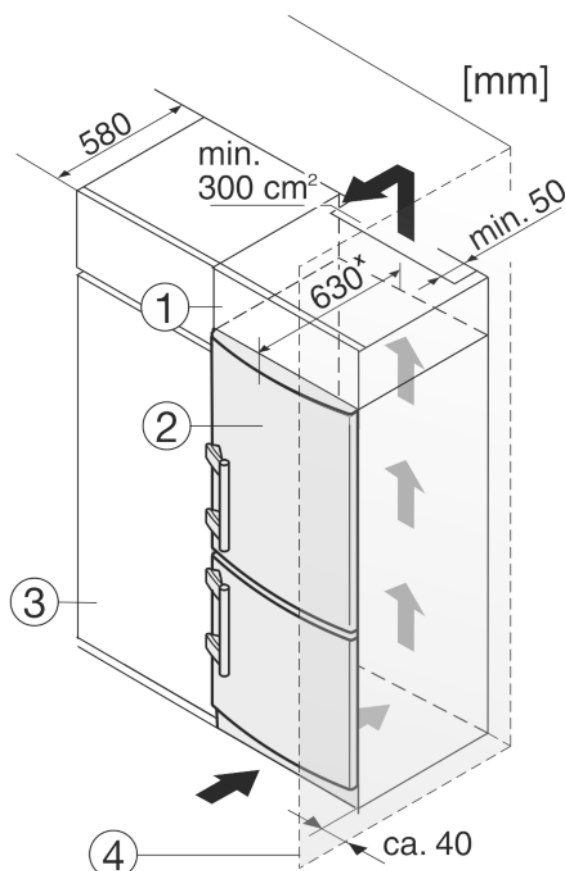

Fig. 9
- (1) Nastavbová skříň
- (2) Spotřebič
- (3) Kuchyňská skříň
- (4) Stěna
Zařízení lze zabudovat do vybavení kuchyně. K vyrovnání přístroje Fig. 9 (2) na výšku kuchyňské linky lze na přístroj nasadit odpovídající nástavec Fig. 9 (1).
Při montáži do kuchyňských skříní (hloubka max. 580 mm) lze přístroj instalovat hned vedle kuchyňské skříně Fig. 9 (3). Přístroj přesahuje přední stěnu kuchyňské skříně na stranách o 34 mm* a uprostřed o 50 mm*.
Když se přístroj instaluje závěsy vedle stěny *Fig. 9 (4)*, musí být vzdálenost přístroje od stěny alespoň 40 mm. To odpovídá přesahu madla při otevřených dveřích.